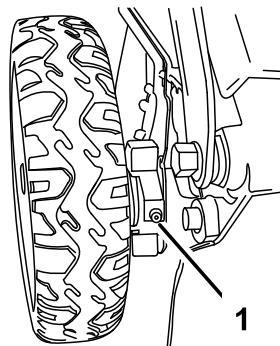

図 33
1. 後輪のすぐ内側にあるグリスフィッティングをきれいに拭く図 33。